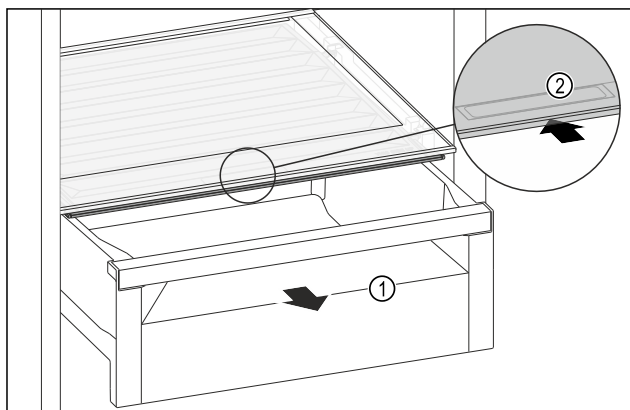

Fig. 162
- Zásuvku Fig. 162 (1) vytáhněte.
- Uchopte prohlubeň pro rukojeť Fig. 162 (2) na víku zásuvky a současně zasuněte víko zásuvky směrem dozadu.